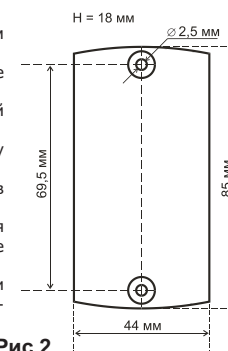

Рис.2
- Разметьте и просверлите отверстия для крепления под размер отверстий считывателя (рис.2).